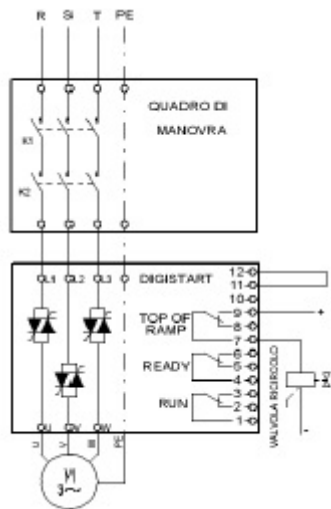

Fig. 1
- 2.2 Collegare il motore, la forza motrice e la terra come da schemi allegati (Fig. 1,2,3,4).